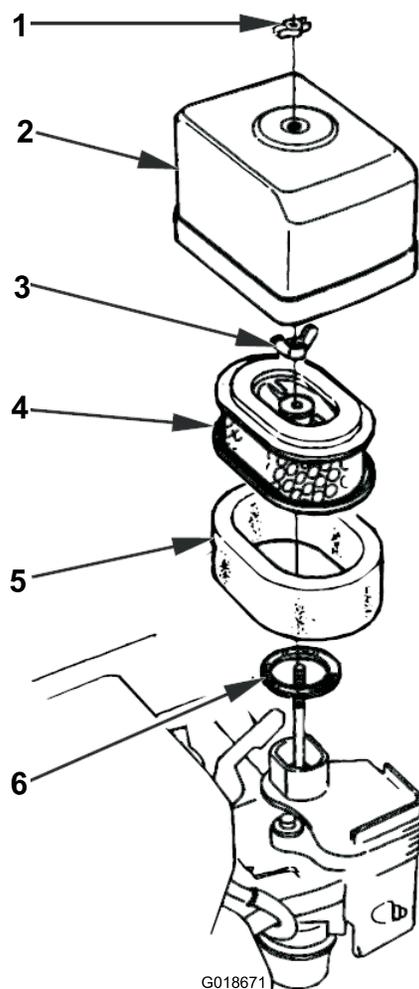

Figura 15
- Retire la tuerca de orejeta que sujeta la tapa del limpiador de aire, y retire la tapa. Limpie a fondo la tapa (Figura 15).
- Retire la tuerca de orejeta del filtro de aire, y retire el filtro (Figura 15).
- Retire el filtro de gomaespuma del filtro de papel (Figura 15).